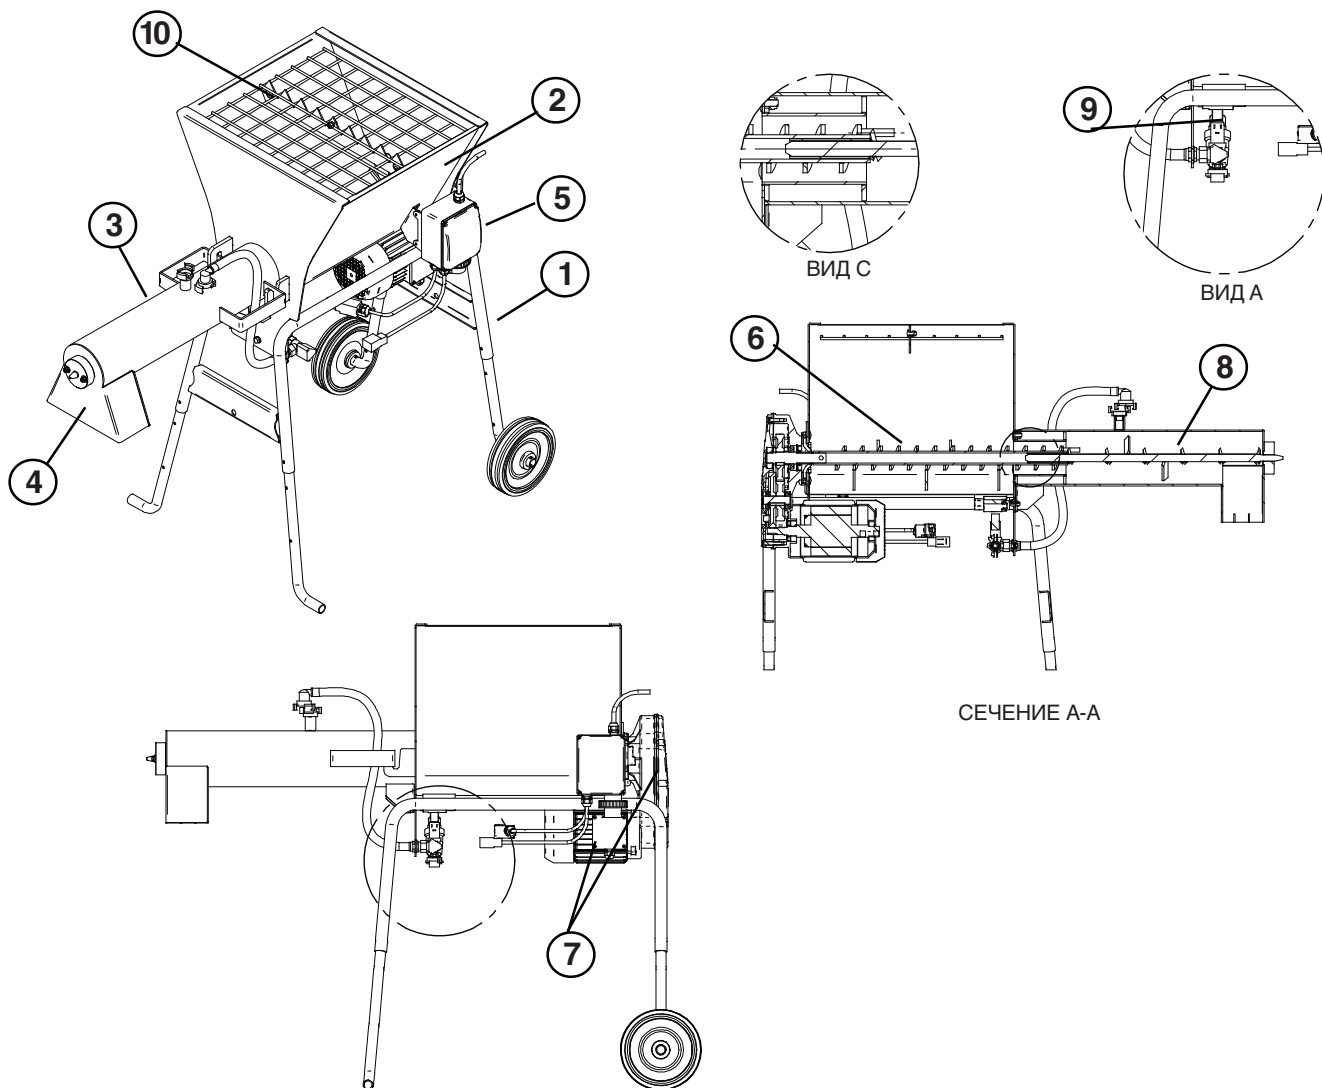

РИС. 1
В таблице 1 приведены технические данные смесителя; см. рис. 1.
4.1 ОПИСАНИЕ СМЕСИТЕЛЯ (см. рис. 1)
7. МЕХАНИЧЕСКАЯ БЕЗОПАСНОСТЬ (см. рис. 1)